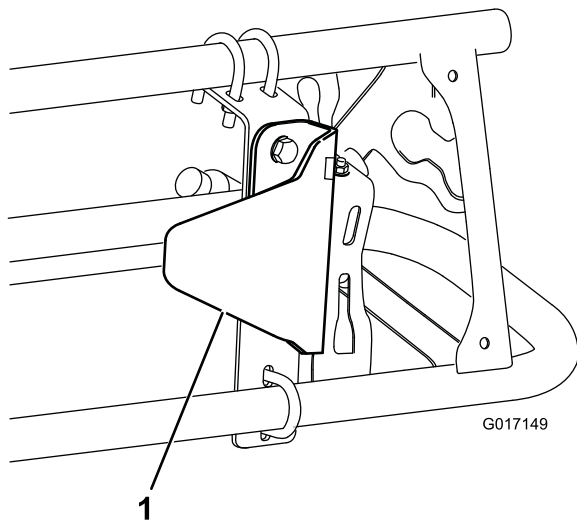

Figure 10
1. Support de fixation (2) 2. Contre-écrous (1/4") (12)
2. Posez le support de protection de capteur sur le support de fixation avec 2 boulons (5/16 x 3/4") et 2 écrous à embase (5/16"), comme illustré à la Figure 10.